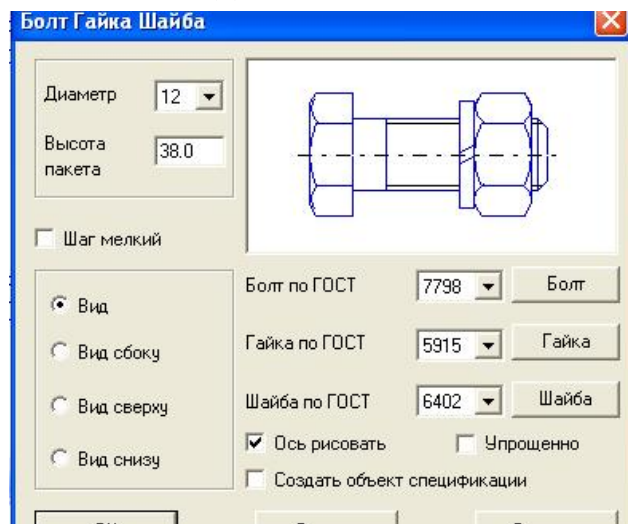

Рис. 4.11. Диалоговое окно **Болт Гайка Шайба**
4. Щелкнуть два раза по изображению соединения болтом. После этого появляется окно задания параметров болтового соединения. В окне необходимо задать необходимый диаметр резьбы и высоту пакета, т. е. суммарную толщину двух соединяемых пластин (рис.4.11). В открывшемся окне соответствующим выбором кнопок **Болт**, **Гайка** и **Шайба**, можно задавать изображения различных болтов, гаек и шайб. Для этого нужно выбрать соответствующие стандарты. Можно также получать упрощенное или конструктивное изображение и различные виды соединения.